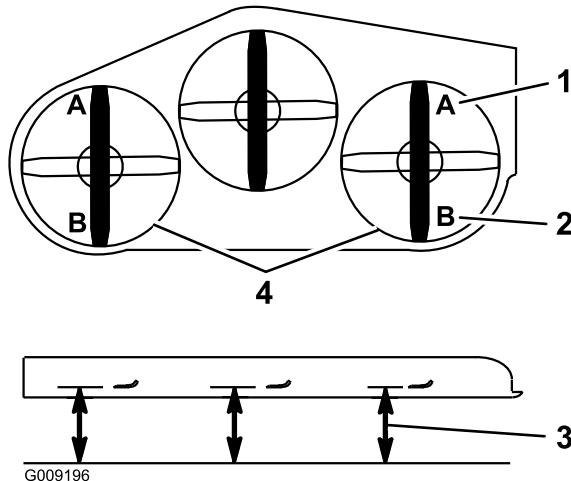

Figura 92
9. En ambos lados de la carcasa, mida desde la superficie nivelada hasta la punta delantera de la cuchilla (Posición A), según se muestra en Figura 92.
| 14. Apriete los 2 pernos a 37–45 N·m (27–33 pies-libra). | 15. En ambos lados de la carcasa, mida desde la superficie nivelada hasta la punta trasera de la cuchilla (Posición B), según se muestra en Figura 92. |